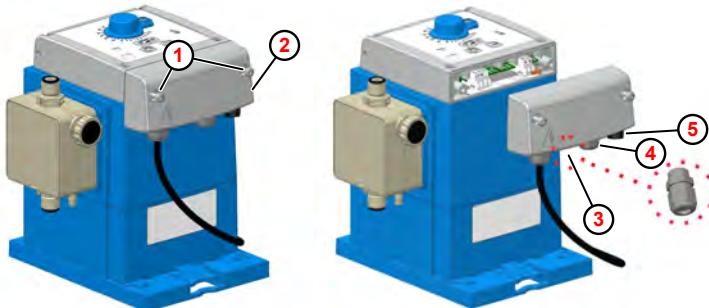

Abb. 11: Elektrische Installation „EcoUp“
( Abb. 11 , ② )
1. ➔ Die beiden Gehäuseschrauben ( Abb. 11 , ① ) lösen. Die Schrauben sind gegen Herausfallen gesichert.
2. ➔ Klemmraumdeckel ② abnehmen.
3. ➔ Für den Anschluss von Dosiermengen- bzw. Alarmausgang, die Kabelverschraubung M12x1,5 aus dem Beipack der Pumpe an entsprechender Stelle montieren ③ , Kabel durchführen, Verschraubung festziehen und Kabeladern nach Klemmenplan anschließen.
4. ➔ Für den Anschluss an Impuls - bzw. Freigabeeingang Kabel durch die entsprechende Kabelverschraubung ④ durchführen, Verschraubung festziehen und Kabeladern nach Klemmenplan anschließen.
5. ➔ Der Anschluss für den Niveaueingang muss an der dafür vorgesehenen Steckbuchse ⑤ angesteckt werden.
6. ➔ Nach Abschluss aller Installationsarbeiten, Klemmraumdeckel ② wieder aufstecken und Befestigungsschrauben ① festziehen.
Nach Demontage des Klemmraumdeckels ( Abb. 11 , ② ) sind die Klemmen zugänglich.